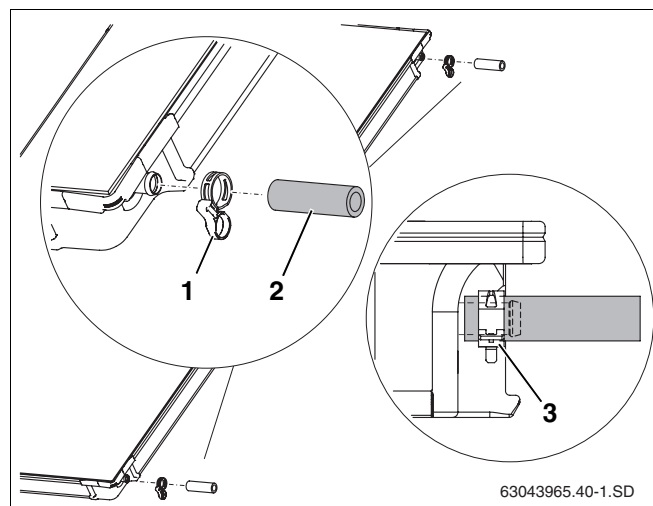

Fig. 42 Premontaggio del kit di collegamento al secondo collettore
- ▶ Inserire i tubi di connessione da 95 mm (fig. 42, **pos. 2**) sui raccordi di destra del secondo collettore e di tutti quelli successivi.
- ▶ Far scorrere le fascette stringitubo (fig. 42, **pos. 1**) sul tubo di connessione (la seconda fascetta assicura successivamente il collegamento dell'altro collettore).
- ▶ l'anello di sicurezza per fissare il collegamento (fig. 42, **pos. 3**).